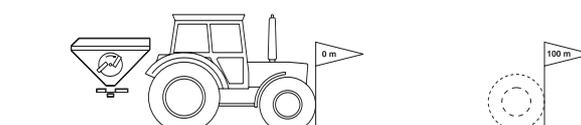

Fig. 26
1. Auf dem Feld eine Messstrecke von exakt 100 m abmessen. Anfangs- und Endpunkt der Messstrecke markieren (Fig. 26).